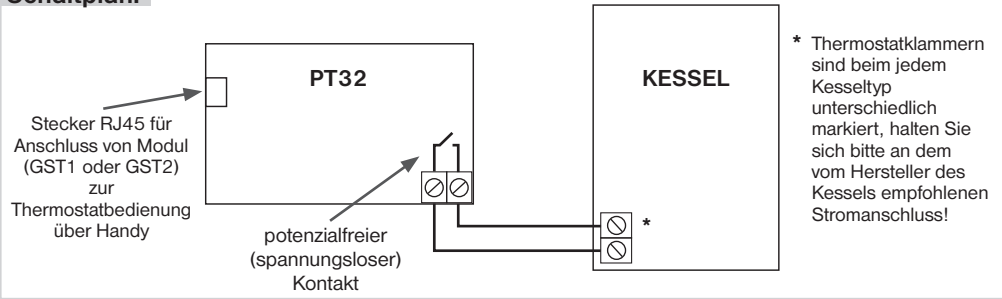

Abb.1
- 2) Den Bedienungsteil nehmen Sie bitte vom unteren Gehäuse des Gerätes (Abb. 1., S. 3) ab.
- 1) Den Bedienungsteil nehmen Sie bitte vom unteren Deckel des Gerätes (Abb. 1.) ab.